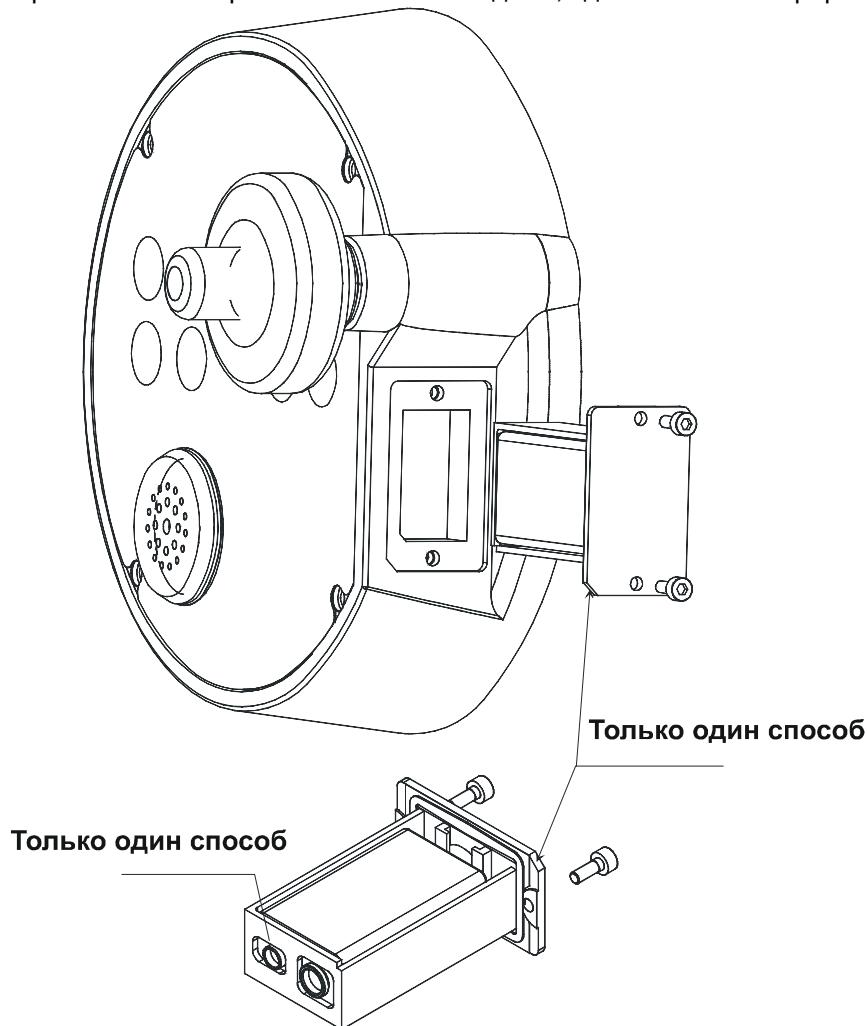
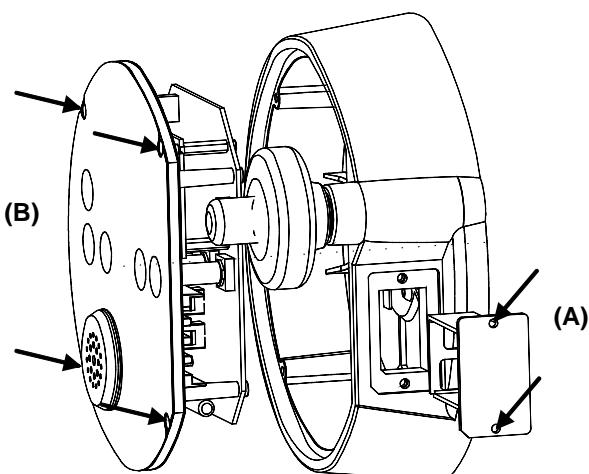

Рисунок 10-4
Рисунок 10-11
- Открутите 2 винта на пенале батареи, используя 2,5 мм шестигранный ключ Allen, который находится в переносной сумке. См. Рисунок 10-4.
- Замените батарею (только один способ). См Рисунок 10-4.
- Открутите 2 винта (A) на пенале батареи при помощи 2.5 мм Allen ключа и выньте его, как показано на Рисунке 10-11.
- Открутите 4 винта (B) на блоке дисплея при помощи 2.5 мм Allen ключа и осторожно отделите его от электронного блока, как показано на Рисунке 10-11.
- Отсоедините вилку ленты, компонент (C), как показано на Рисунке 10-6.
- Установите новый блок дисплея в электронный блок; закрепите 4 винта (B), см. Рисунок 10-11. См. Рисунок 10-4.
- Закрепите пенал батареи 2 винтами (A), см. Рисунок 10-11. См. Рисунок 10-4.